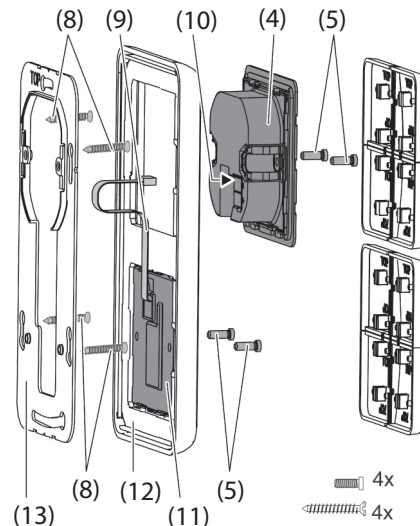

Bild 2: Montage mit Erweiterungsmodul
- Adapterrahmen (3) lagerichtig von vorn auf das Modul (8) aufrasten (Bild 2). Kennzeichnung TOP = oben beachten.
Bei Verwendung des Tastsensor-Erweiterungsmoduls (Bild 2): Bevorzugte Montage senkrecht. Doppel-traging (13) verwenden. Bei Montage auf nur einer UP-Dose die unteren Schrauben in der Wand versenken, z. B. mit Bohrung \varnothing 6 x 10 mm. Traging als Schablone verwenden.